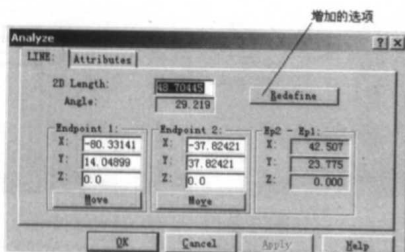

图 1-36
(8) 改进了右键菜单,Mastercam 8 只有 11 个选项,而 Mastercam 9 有 13 个选项。
(9) 在 Analyze(分析)菜单增加了 Small Surface(小曲面),改进了检查实体的内容,在“分析编辑”对话框,增加了“重新定义”按钮,如图 1-36 所示。